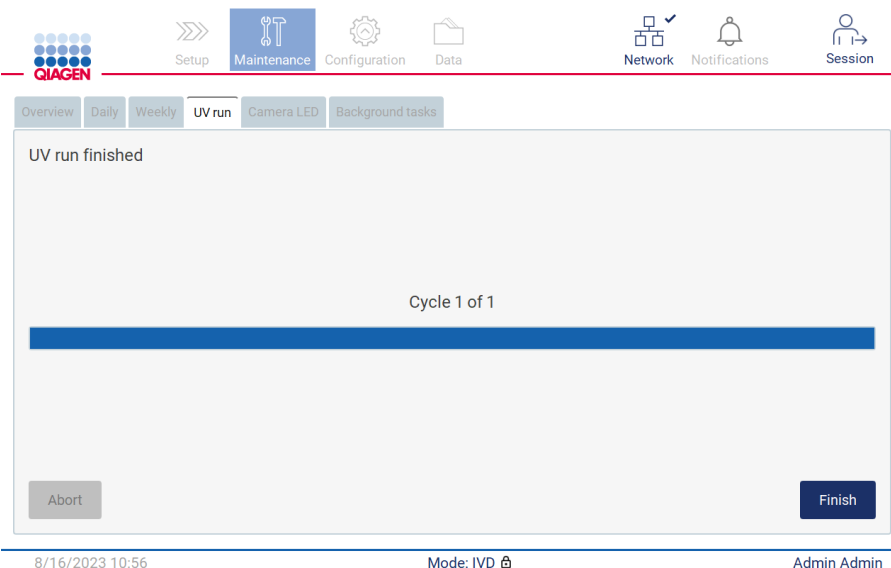

Abbildung 186. Bildschirm „UV run finished“ (UV-Lauf beendet).
7. Nach der Durchführung des UV-Laufs wird eine Meldung (siehe folgende Abbildung 186) angezeigt. Tippen Sie auf **Finish** (Fertigstellen), um den UV-Lauf abzuschließen.